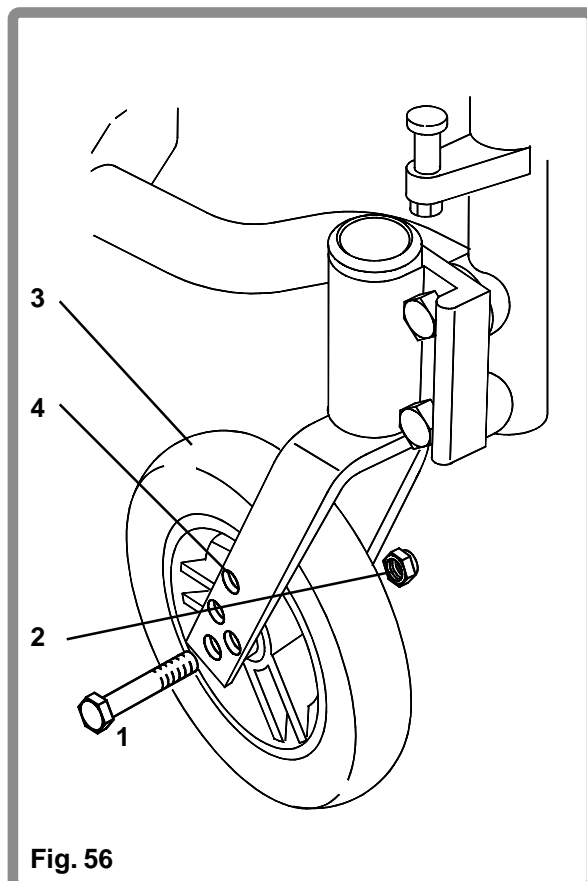

Fig. 56
De voorvorken die voorzien zijn van vier openingen (Fig. 56) stellen u in staat om verschillende voorwielen te gebruiken, van 125mm (5"), 150mm (6") en 200mm (8"), en zo de zithoogte aan te passen (Fig. 56). Verwijder daartoe de asbout (1) en de moer (2) met een 13mm A/F steeksleutel en verwijder het voorwiel (3). Verander ofwel de afmeting van het voorwiel en/of plaats het voorwiel naar boven of naar beneden in de gewenste voorgeboorde opening (4). Plaats de bout weer terug en draai hem aan tot een draaimoment van 27Nm.